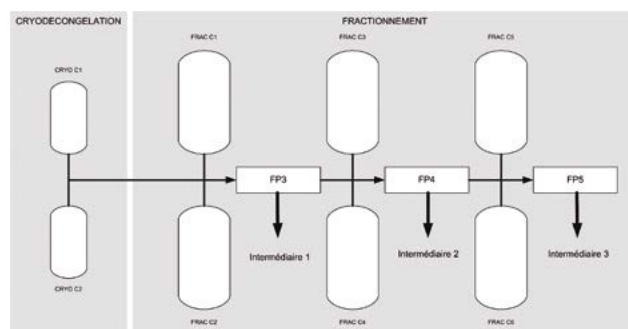

Fig. 3 : Schéma de flux simplifié des installations de cryo-décongélation et de fractionnement
Le procédé de fractionnement requiert une sérialisation des équipements, le plasma étant transféré plusieurs fois d'une cuve vers une autre à travers un filtre-pressé (FP), pour séparer successivement plusieurs intermédiaires qui permettront d'extraire les protéines plasmatiques telles que les immunoglobulines et l'albumine. A l'issue du projet, chaque équipement de production sera dédié à une étape spécifique du process, comme illustré sur la Figure 3. Deux cuves seront mobilisables pour chaque étape du process et les filtres presse seront chacun dédiés à une fraction.